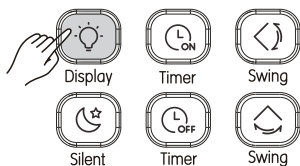

Abb. 3.13
1) Drücken Sie bei ein- oder ausgeschalteter Fernbedienung auf  (siehe Abbildung 3.13). Jetzt leuchtet die Innengeräte-Anzeige.